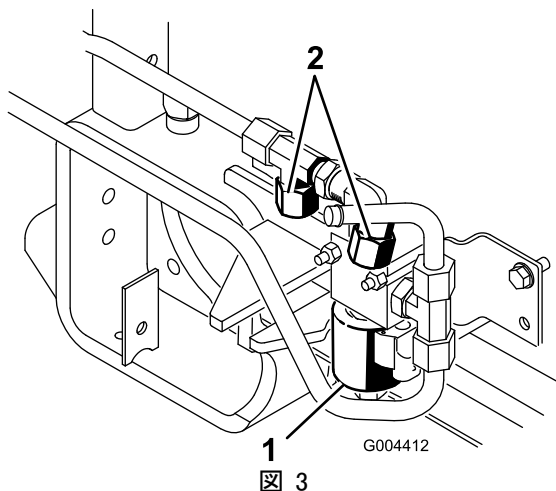

図 3
1. 後リモート油圧バルブからキャップ・プラグ2つを取り外す（図3）。